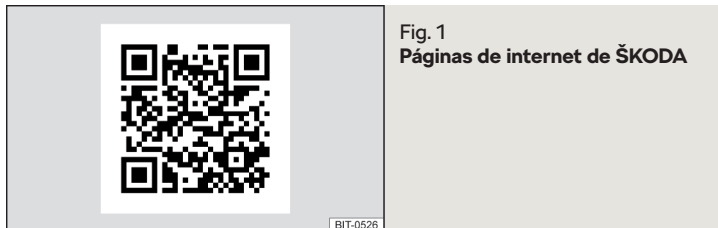

Fig. 1
1. Leer el código QR » **fig. 1** o introducir la siguiente dirección en el navegador web.